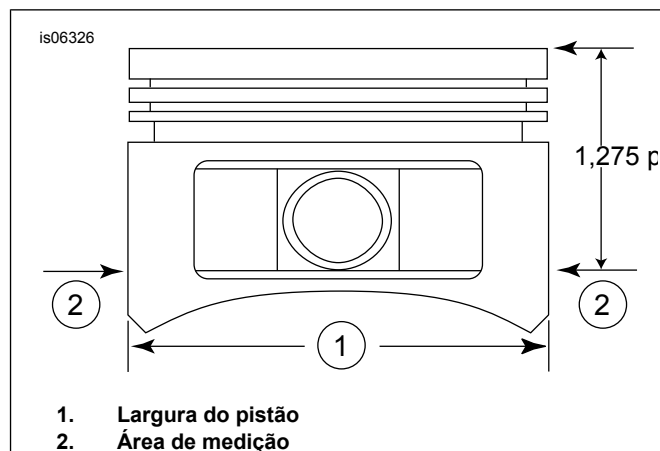

Figura 2. Medidas do Pistão
5. Ver Figura 2. Meça a largura do pistão (1) a 90 graus na horizontal de ambos os lados do orifício do pino do pistão e a 1,275 pol. (32,385 mm) abaixo da superfície da plataforma (superior) do pistão (2). Para saber como encaixar o pistão no cilindro, consulte o Tabela 11.